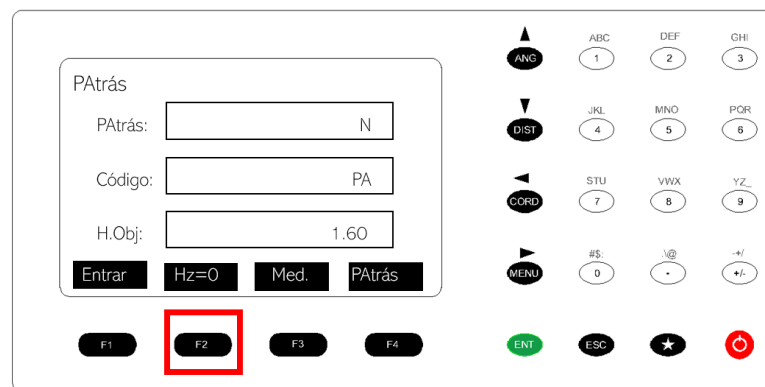

Figura 26. Comandos de la estación total.
29. Presionar el botón F2. Hz=0. Figura 26.